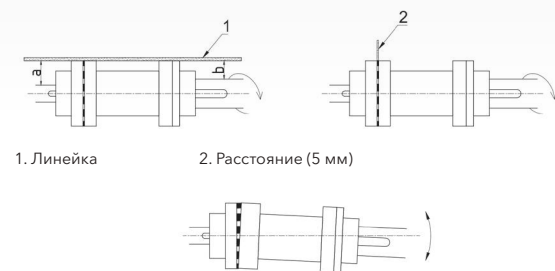

Рисунок 5
2. Разместить линейку (1) в осевом направлении на обоих полумуфтах.
3. Оставить линейку (1) в таком положении и вручную повернуть муфту.
– Радиальное и осевое отклонение между двумя полумуфтами не должно превышать значений, установленных производителем, как в состоянии покоя, так и при рабочей температуре и под воздействием давления на входе. Рис. 5